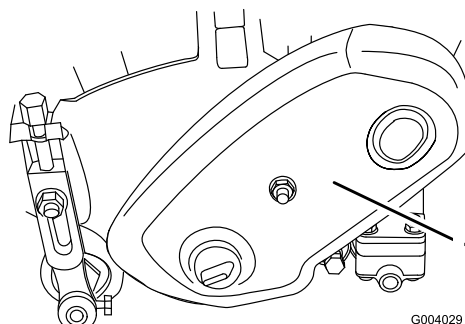

Figura 30
1. Retire a cobertura dos parafusos de montagem da correia e a cobertura da correia (Figura 30).